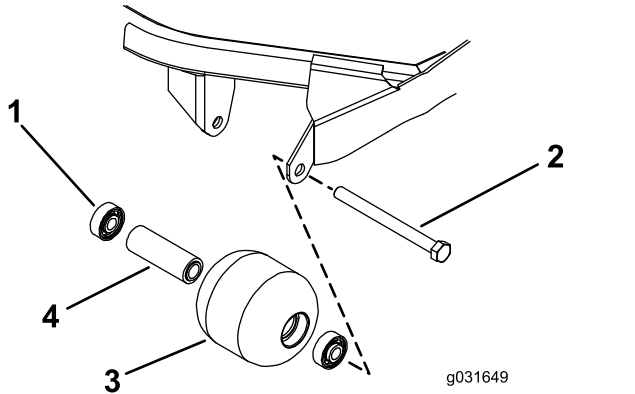

Bild 69
1. Entfernen Sie die Rollenbefestigungsschraube (Bild 69).
4. Prüfen Sie das Rollengehäuse, die Lager und das Distanzstück auf Beschädigungen (Bild 69).
1. Drücken Sie das erste Lager in das Rollengehäuse, indem Sie nur auf den äußeren Käfig oder gleichmäßig auf den inneren und äußeren Käfig drücken (Bild 69).
2. Setzen Sie ein Distanzstück ein (Bild 69).
Käfig oder gleichmäßig auf den inneren und äußeren Käfig drücken, bis es auf dem Distanzstück aufliegt (Bild 69).